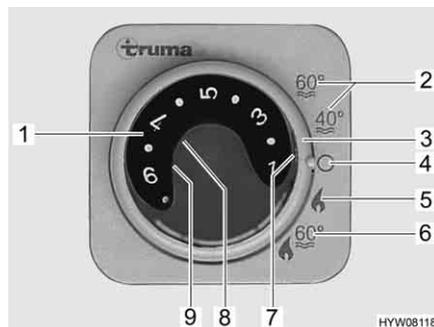

Fig. 193 Unité de commande pour chauffage/chauffe-eau
- Régler le mode de régime à l'aide de l'interrupteur tournant (Fig. 193,3).
Le chauffage règle le degré d'allumage automatiquement en fonction de la température ambiante requise. Une fois que la température ambiante désirée est atteinte, le brûleur s'éteint. En mode "Chauffage et chauffe-eau" (Fig. 193,6) l'eau est également chauffée dans le chauffe-eau. Il est possible de faire fonctionner le chauffage en mode "Chauffage sans chauffe-eau" (Fig. 193,5) et le chauffe-eau vide.
- Régler le bouton tournant de température (Fig. 193,1) de l'unité de commande sur la température de chauffage désirée.
- Régler l'interrupteur tournant (Fig. 193,3) en régime hiver "Chauffage sans chauffe-eau" (Fig. 193,5) ou en régime hiver "Chauffage et chauffe-eau" (Fig. 193,6).
Le voyant de contrôle vert (Fig. 193,7) s'allume.
- Régler l'interrupteur tournant (Fig. 193,3) sur "O" (Fig. 193,4).
La combinaison régime au gaz et régime électrique 230 V permet de raccourcir la période de chauffage du véhicule (uniquement possible lorsque le chauffage sur l'unité de commande (Fig. 193) est réglé sur régime hiver).